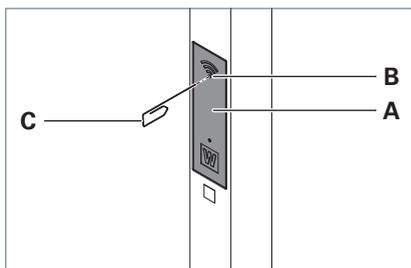

Fig. 1: Sportello di manutenzione.
- ▶ Per sbloccare lo sportello di manutenzione **A** sul tubo verticale, inserire una graffetta aperta **C** nell'apertura **B**, vedere Fig. 1.